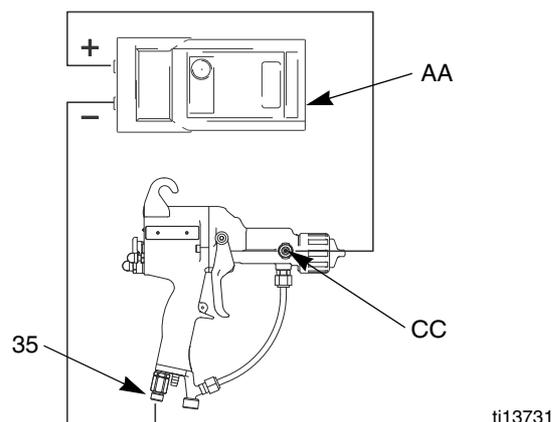

FIG. 9. Teste de resistencia da pistola
Mede a resistência entre o dispositivo de regulagem do ar (35) e o soquete da sonda de carga (CC) (consulte FIG. 9); deve ser 70-95 megohms. Se ficar fora desta faixa, verifique a fonte de alimentação e resistência da base. Se ficar nesta faixa, teste a resistência da sonda de carga.
Mede a resistência entre a mola de metal da sonda de carga (DD) e a ponta da sonda de carga (BB) (consulte FIG. 9); deve ser 15-30 megohms. Se ficar fora desta faixa, substitua a sonda de carga. Se ficar nesta faixa, inspeccione a mola e o soquete de base para verificar possíveis causas de continuidade precária. Monte novamente a sonda de carga e teste novamente a resistência da pistola.